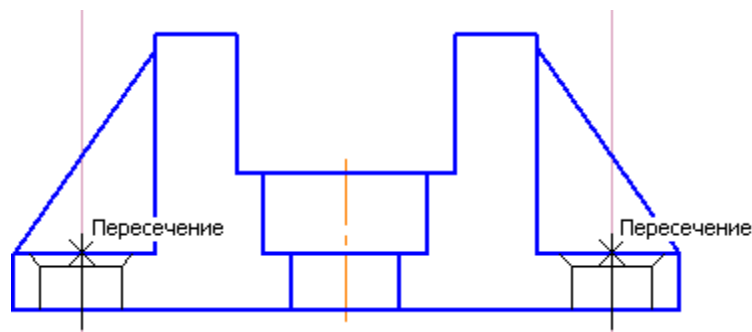

Рисунок 31.
- С помощью привязки Пересечение укажите положение отверстий (рис. 31)